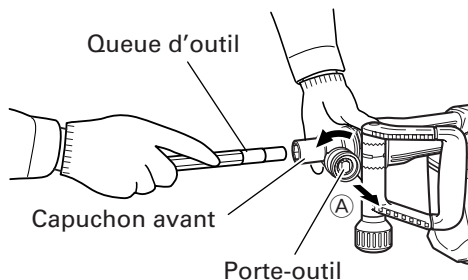

Fig. 2
- (1) Nettoyer, puis graisser la queue de l'outil avec la graisse (accessoire en option).
- (2) Tirer le porte-outil dans la direction de la flèche A et le tourner dans la direction de la flèche B (sens antihoraire). Insérer à fond la queue de l'outil dans le trou hexagonal du couvercle frontal. (Fig. 2)